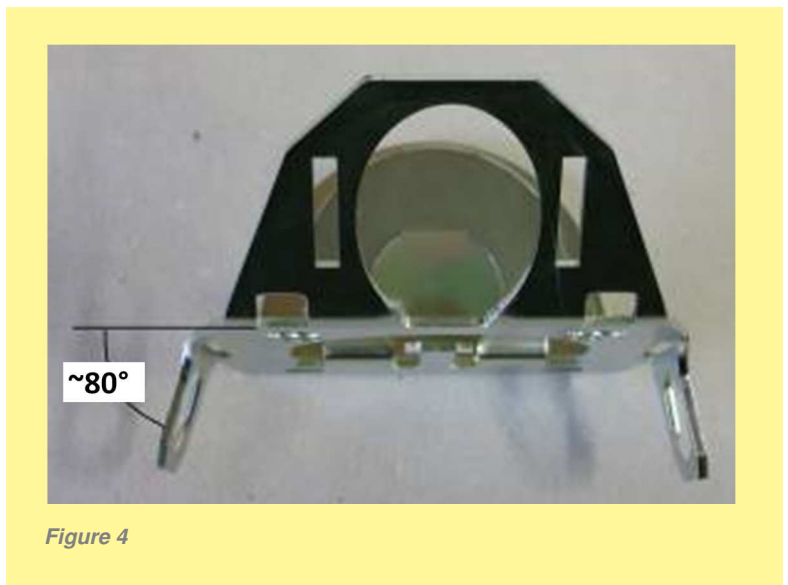

Figure 4
- Pour le montage des déflecteurs, vous devez courber les « languettes » latérales vers l'arrière avec une pince (environ 80°, voir Figure 4), puis les visser avec l'arbre hexagonal sur l'outil de travail ou les souder de manière permanente.